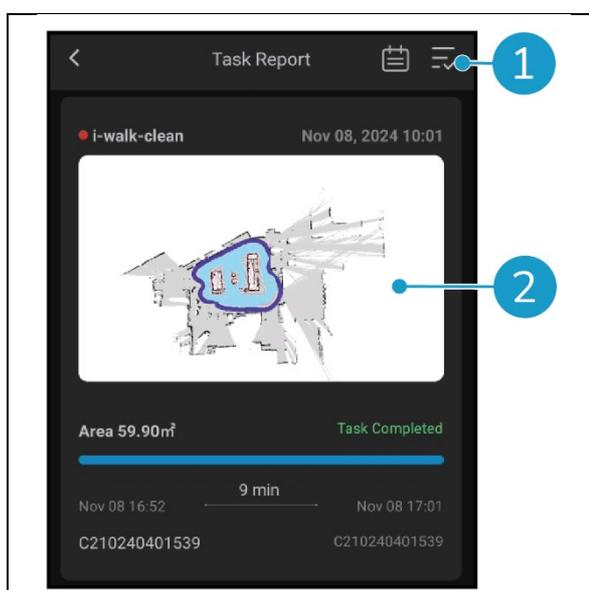

Figura 34
- Toccare il pulsante in alto a destra (Figura 34, pos. 1) per contrassegnare tutti i rapporti correnti come letti e rimuoverli dalla visualizzazione.
- Toccare un rapporto nell'elenco (Figura 34, pos. 2) per aprire la Task View.